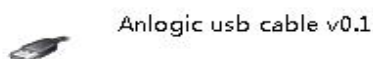

图 4 安装成功
4. 点击“下一步”, 看到“Anlogic usb cable v0.1”说明驱动安装成功。如图 4 所示。